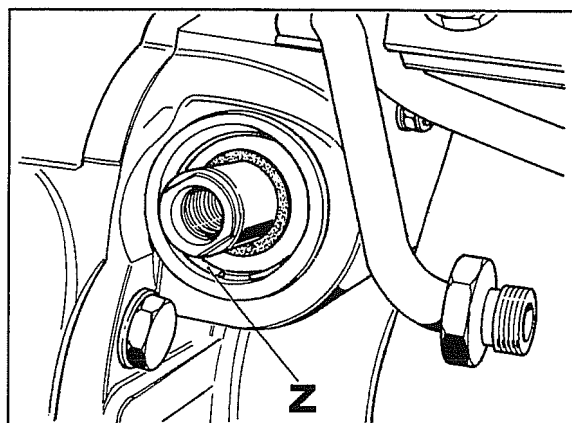

Fig. 69
- b. Scollegare il tubo che funziona da scarico sterzando a destra (**F** fig. 69).
1. Da un lato scollegare il giunto sferico **A** fig. 69 dallo stelo del cilindro, mentre sull'altro lato occorre togliere il giunto scollegandolo sia dallo stelo del cilindro che dal braccetto **B** fig. 69 del mozzo ruota.